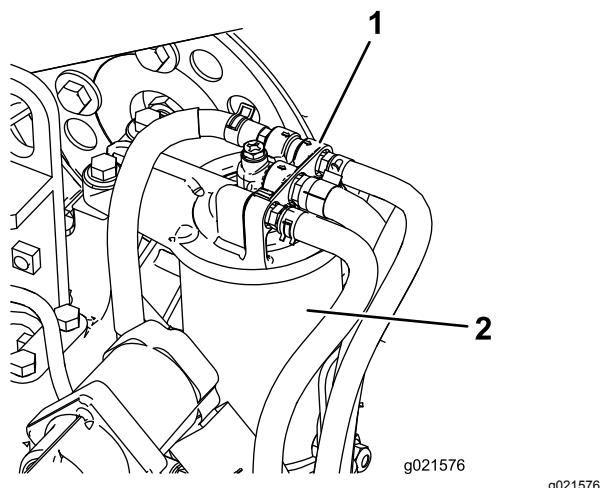

Figura 65
1. Limpie la zona alrededor del cabezal del filtro de combustible (Figura 65).
2. Retire el filtro y límpie la superficie de montaje del cabezal del filtro (**Figura 65**).